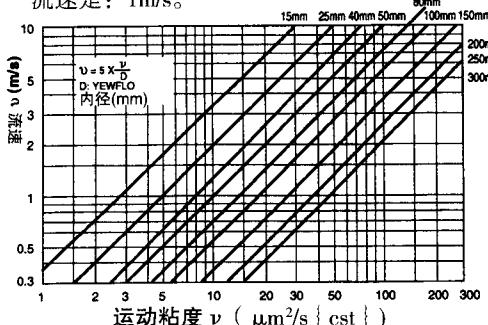

图 2.5.1 雷诺数为 5000 (液体) 时的流速
150 ~ 300 mm	"从表 2.5.1 中求得的流速" 或 "雷诺数为 40000 时的流速", 二者取较大者。 液体雷诺数为 40000 时的流速, 其值是图 2.5.1 中所示流速的 8 倍。
求运动粘度: 用方程式 (2)。当通径为 50mm, 运动粘度是 10cSt 时, 由图 2.5.1 中求得雷诺数为 5000 时的流速是: 1m/s。